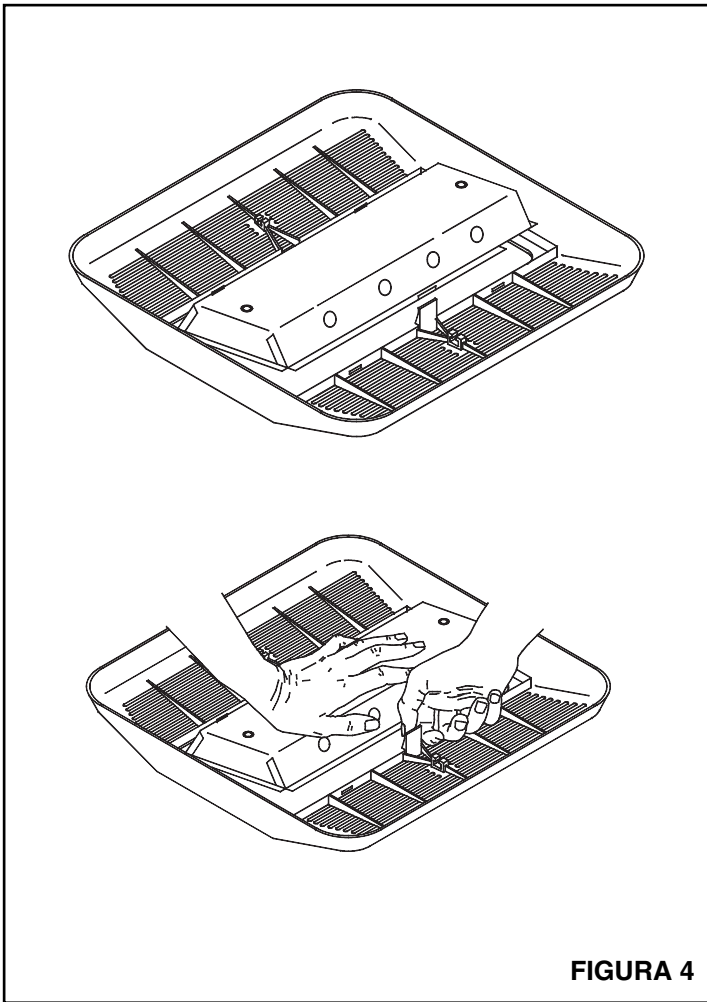

FIGURA 4
1. **Consulte la Figura 4.** Abra el reflector en la parte trasera de la rejilla apretando la traba y levantando el reflector. Instale una bombilla incandescente Tipo A de un máximo de 100 vatios. Nota: El reflector sostiene el difusor de vidrio en su lugar. Tenga cuidado para que el difusor no se salga de la rejilla. Cierre el reflector y apriételo para que caiga en su lugar (oír un chasquido).
2. **Consulte la Figura 4.** Abra el reflector en la parte trasera de la rejilla apretando la traba y levantando el reflector. Nota: El reflector sostiene el difusor de vidrio en su lugar. Tenga cuidado para que el difusor no se salga de la rejilla. Cambie la bombilla con una bombilla Tipo A de un máximo de 100 vatios. Cierre el reflector y apriételo para que caiga en su lugar (oír un chasquido).